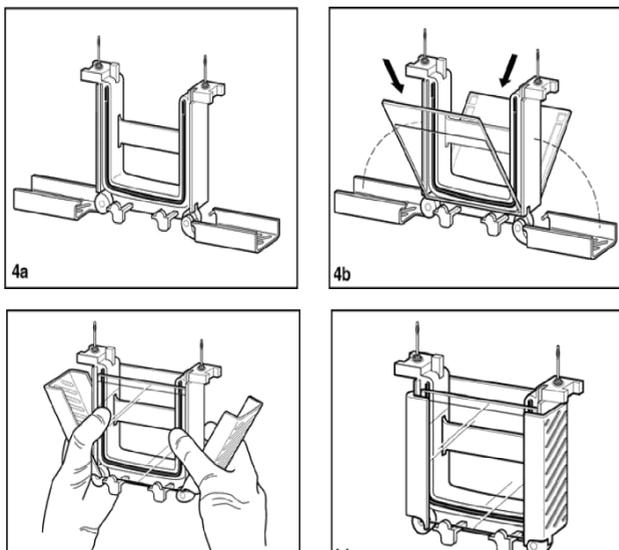

Рисунок 4: Установка модуля электрофореза
а. Установите зажимную рамку в открытое положение на чистой плоской поверхности (см. рис. 4а).
d. Аккуратно прижимая гелевые кассеты с гелем к синим прокладкам одной рукой (поддерживая постоянное давление и надежно удерживая оба геля на месте), наденьте рычаги зажимной рамы на гели, фиксируя их на месте. В качестве альтернативы Вы можете взять весь узел обеими руками, следя за тем, чтобы гели не смещались, и одновременно установить оба рычага зажимной рамы на место (см. рис. 4с).